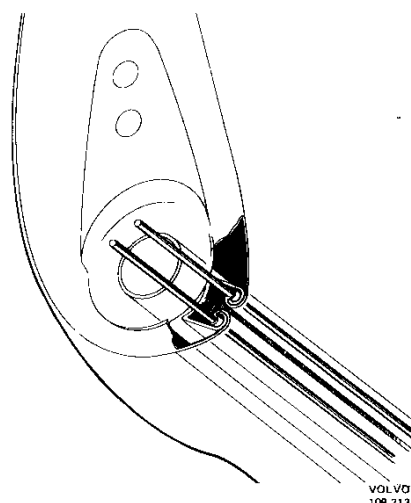

Abb. 60 Halterung des Bezuges an der Spannschiene
5. Drahtklammern für die Bezug entfernen (Abb. 60). Verwahrungstasche auf der Rückseite abnehmen und die Spannschiene freilegen.
9. Drahtklammern im Saum des Bezuges und an der Spannschiene einhaken (Abb. 60). Verwahrungstasche auf der Rückseite zurechtlegen und den Bezug zuknöpfen.